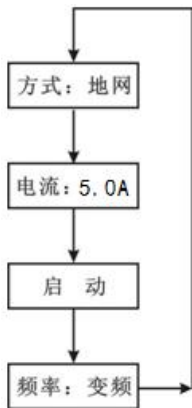

图 9 菜单流程图
- (2) 按 **功能** 键，可移动光标至各菜单项，并循环指示。被选中项反白字体显示。选择键的流程见图 9 所示。
仪器测试完毕，出现图 9 所示界面。按  键可以在 **print**、**quit** 之间选择。